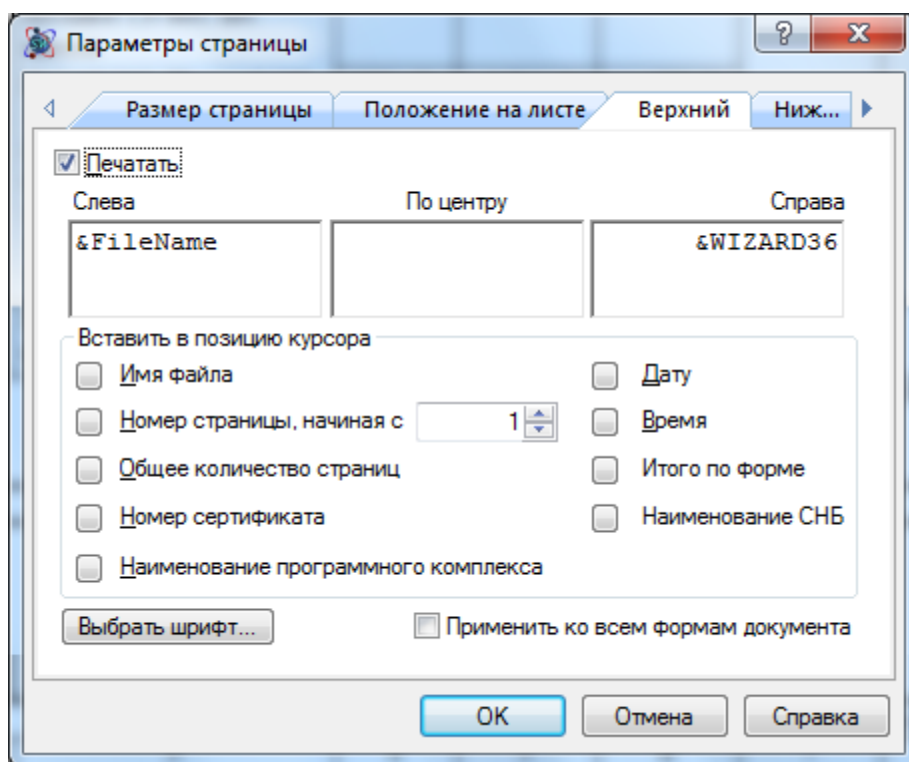

Рис. 5.6 Диалоговое окно Параметры страницы, вкладка Верхний
- На вкладках Верхний/Нижний (рис. 5.6) с помощью кнопок группы Вставить в позицию курсора определить настройки верхнего и нижнего колонтитулов, и установить шрифт текста колонтитула.